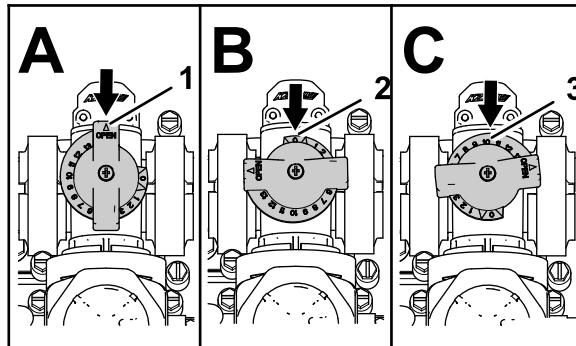

Figura 30
- La Figura 30, B, muestra la válvula de desvío de agitación en la posición de Cerrado (0).
- La válvula de desvío de agitación se encuentra en una posición Intermedia (relativa al manómetro del sistema de fumigación) como se muestra en la Figura 30, C.